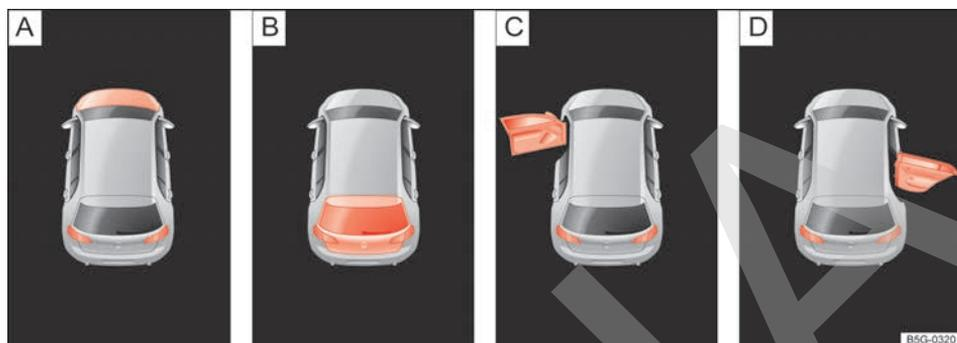

Fig. 12 En la pantalla del cuadro de instrumentos: indicaciones sobre el estado del capó del motor, del portón del maletero y de las puertas.
Leyenda de la fig. 12:
- Puertas, capó del motor y portón del maletero abiertos → fig. 12
Tras desbloquear el vehículo y durante la marcha, en la pantalla del cuadro de instrumentos se muestra si alguna de las puertas, el capó del motor o el portón del maletero están abiertos → fig. 12 y, dado el caso, también se indica con una señal acústica. Según la versión del cuadro de instrumentos, la representación puede variar.